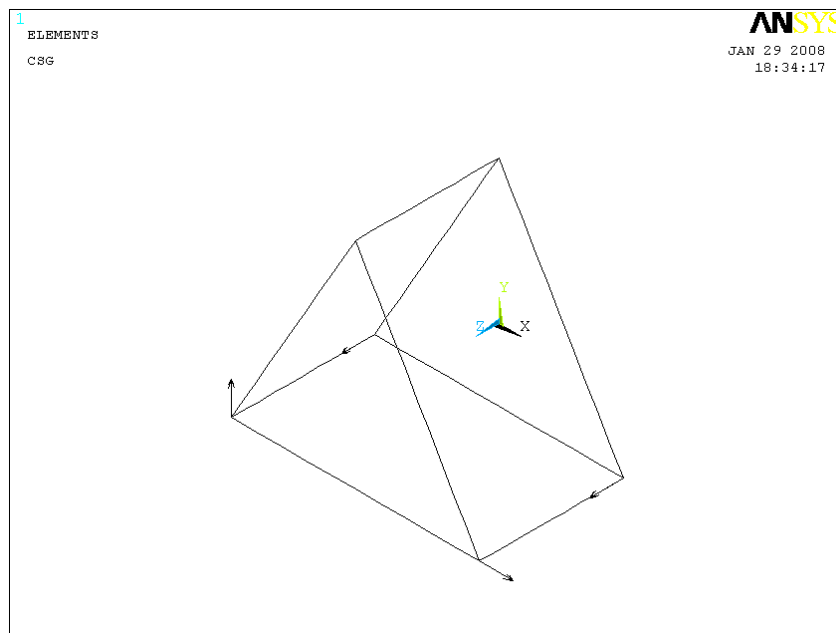

Рисунок 80. Результаты приложения нагрузки к узловым точкам основания
6. Нажимаем кнопку **OK** (Рисунок 80).